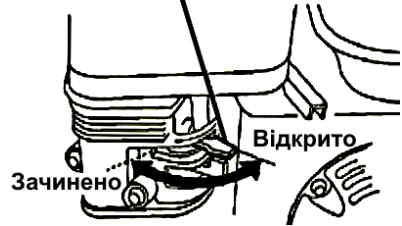

Рисунок 13
- 2) Закрийте повітряну засувку (рисунок 13);